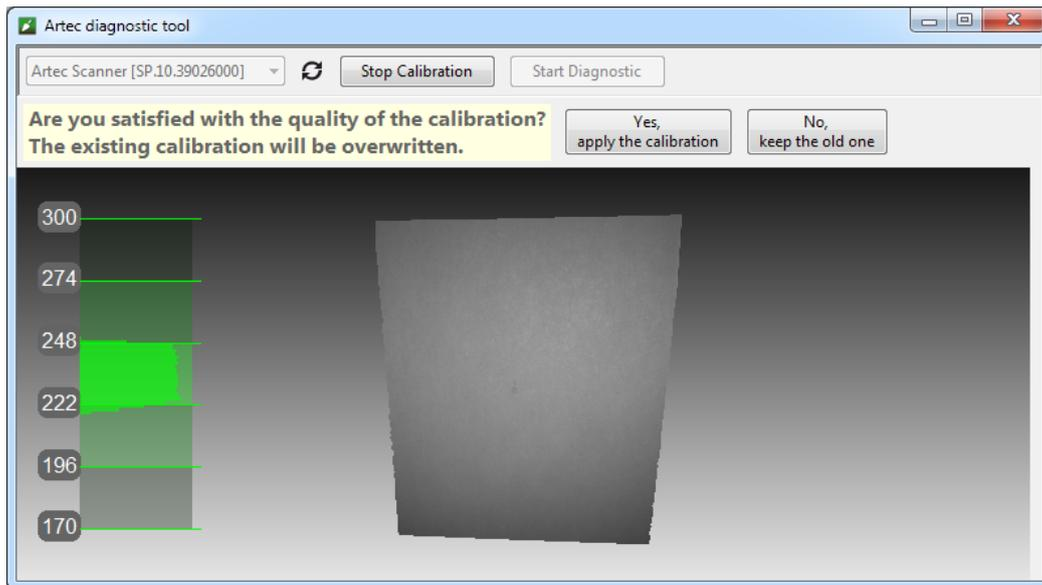

Abbildung 139: Die Kalibrationsergebnisse beurteilen.
11. Auf *Ja, Kalibration anwenden* klicken, falls keine Löcher in der Fläche vorhanden sind und das Rekonstruktionsergebnis zufriedenstellend ist. Um die neue Kalibration zu verwerfen, auf *Nein, alte Kalibration beibehalten* klicken (siehe Abb. 139).